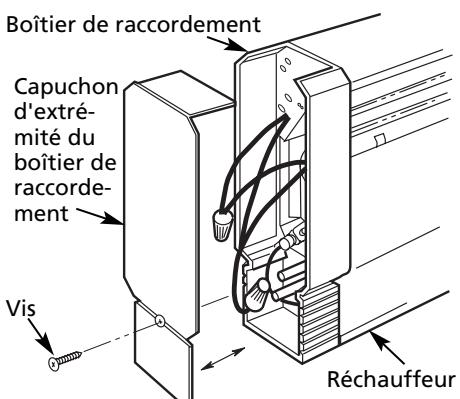

Figure 4 – Retrait du capuchon d'extrémité
3. Enlever le capuchon d'extrémité du boîtier de raccordement en dévissant la vis située à l'extrémité du radiateur et en faisant glisser le capuchon vers l'extérieur du radiateur (Figure 4).
2. Enlever le capuchon d'extrémité du boîtier de raccordement sélectionné (Figure 4, page 3) et jeter, conserver la vis.